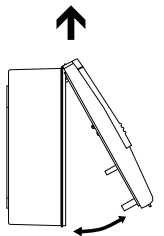

FIG.2
- 打开设备并分开外壳的前半部分（图2）。
- 将前半部分安装在外壳上（图2）。